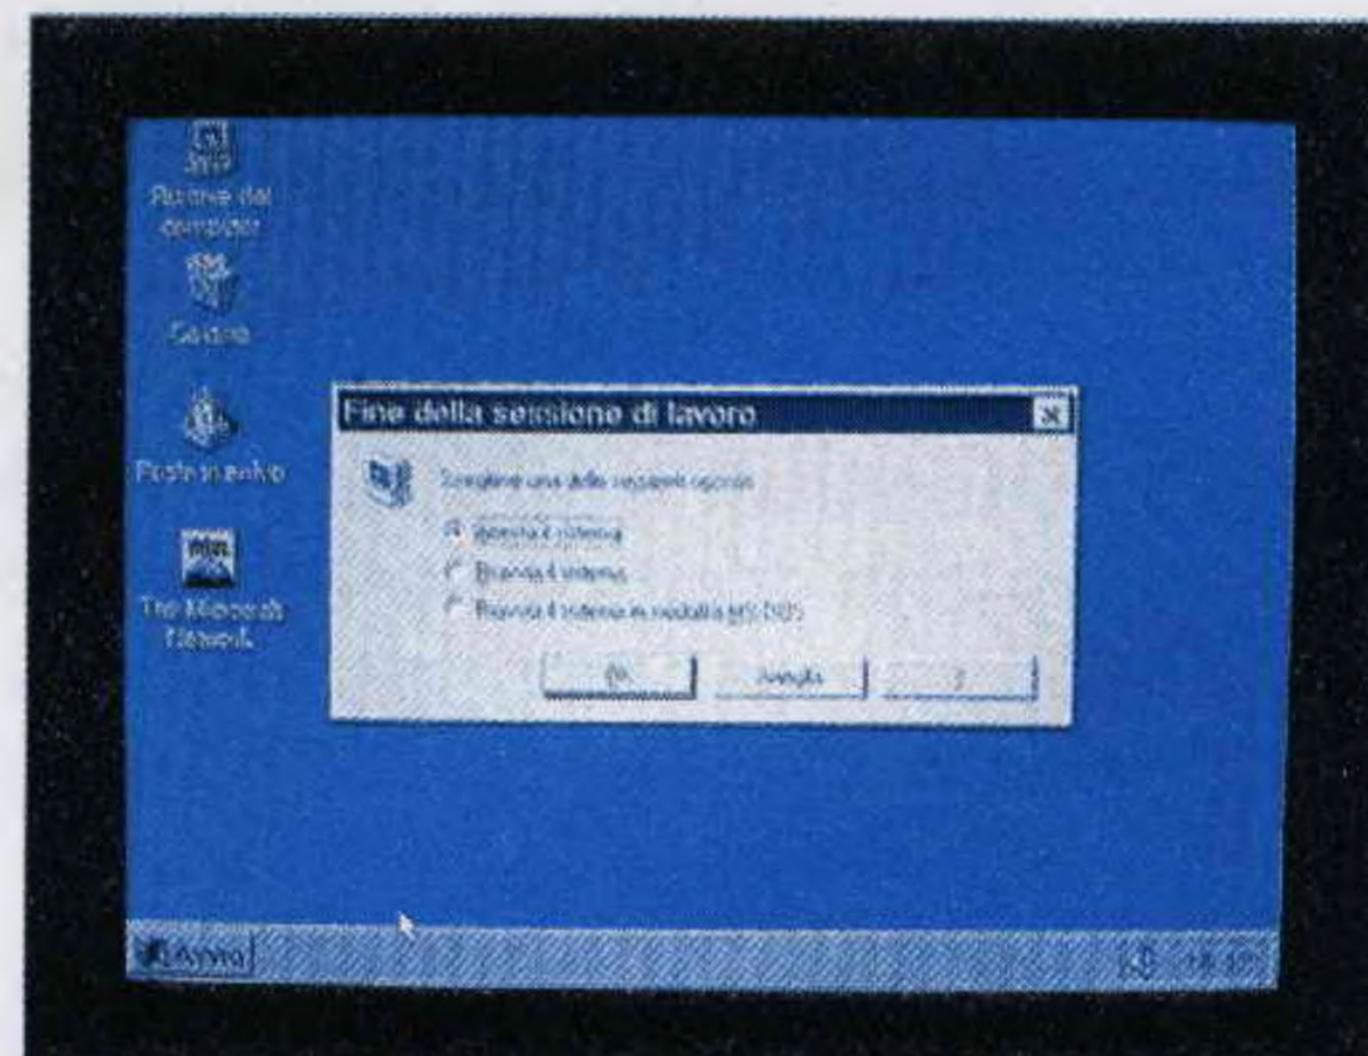

Fig.14 Quando vedete apparire questa finestra cliccate sulla scritta OK per terminare la sessione di lavoro.
- Per finire portate il cursore sulla scritta **OK** (vedi fig.14) e **cliccate**.